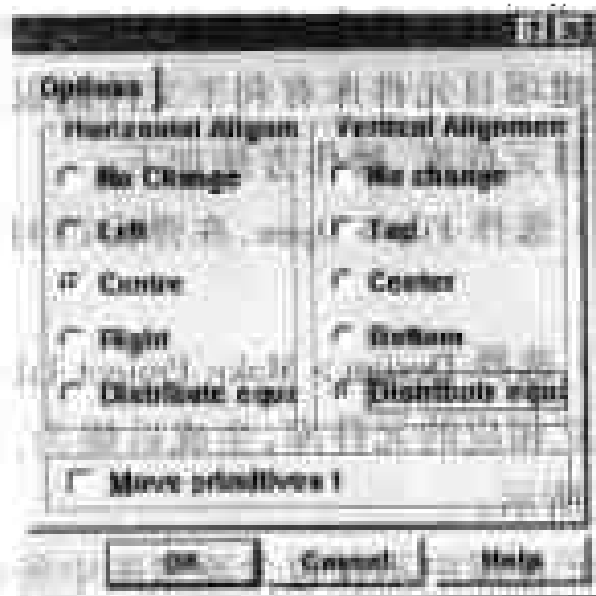

图 3-46 设置对齐的对话框
(2) 选择 Edit > Align > Align,弹出如图 3-46 所示的对话框。
在如图 3-46 所示的 Align objects 对话框中, 通过选择不同的组合方式, 可以实现不同方式的对齐、排列操作。此对话框中各个单选钮的功能与 Edit > Align 子菜单中的命令相对应, 如果单击 No Change 单选钮, 则在此方向上不进行操作。